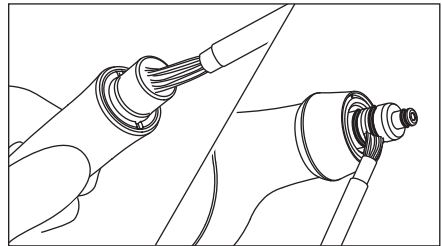

Fig. 11
1) Limpie perfectamente el interior de la unión de la pieza de mano y la parte del anillo "O" del depósito de polvo, utilizando el cepillo accesorio para la limpieza. (Fig. 11)